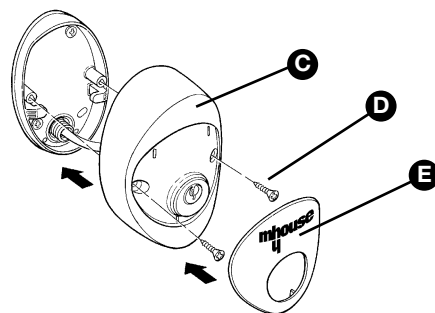

Abbildung 54
**9** Den Körper **[C]** mit den beiden Schrauben **[D]** und mit Hilfe eines Kreuzschraubenziehers befestigen. Abschließend das Glas **[E]** einfügen und mit leichtem Druck schließen (Abbildung 54).